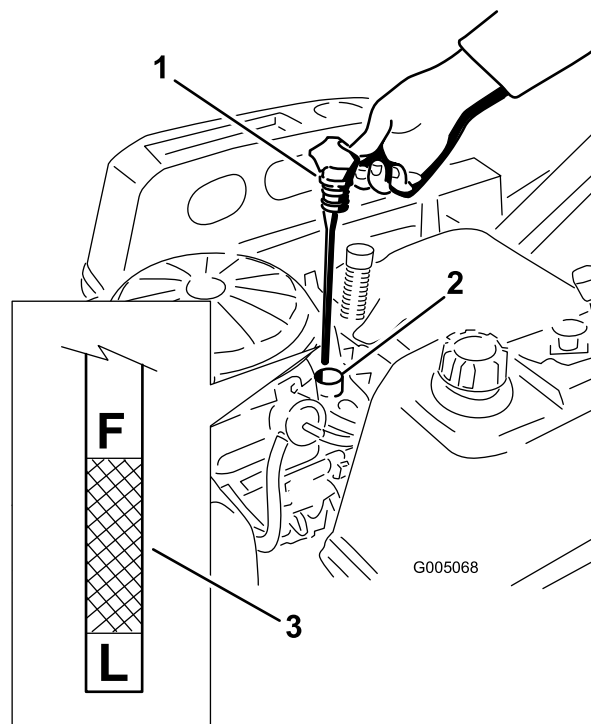

Figura 28
4. Retire el tapón de llenado/varilla de aceite y límpiolo. Vuelva a colocar la varilla y empuje firmemente para asentarla en su lugar (Figura 28).
5. Retire la varilla y compruebe el nivel de aceite (Figura 28).
8. Gire la válvula de vaciado 1/4 de vuelta en el sentido contrario a las agujas del reloj para abrirla y dejar que el aceite se drene (Figura 30). Retire el tapón de llenado/varilla (Figura 28).
15. Vierta lentamente un 80% aproximadamente de la cantidad especificada de aceite por el tubo de llenado (Figura 28).
16. Coloque firmemente el tapón de llenado/varilla (Figura 28).
17. Compruebe el nivel de aceite (Figura 28); consulte Verificación del nivel de aceite.
19. Coloque firmemente el tapón de llenado/varilla (Figura 28).